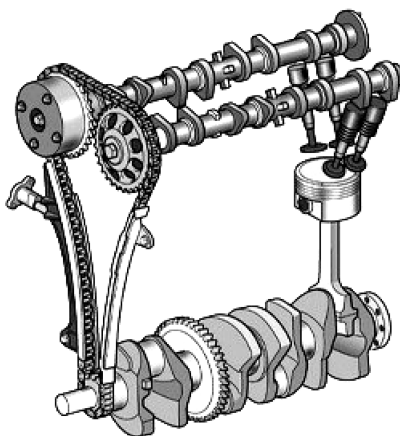

图 1-4 双顶置凸轮轴发动机
2) DOHC (Double Overhead Camshaft) 表示双顶置凸轮轴发动机, 一般每缸有多个气门, 普遍是 4 气门 (即 2 个进气门和 2 个排气门), 如图 1-4 所示。